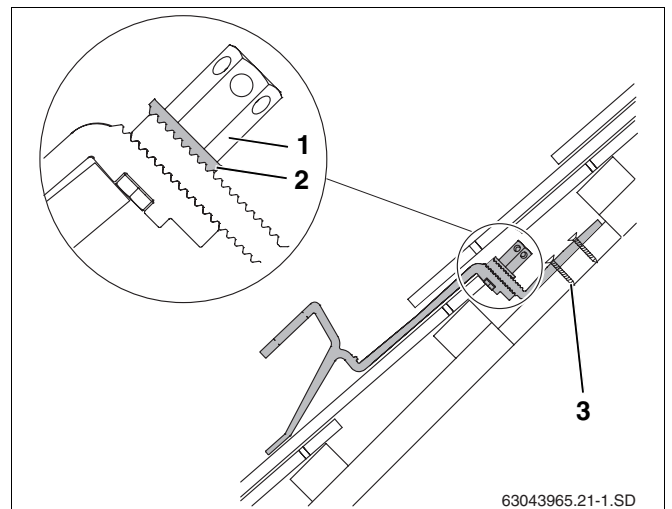

fig. 19 Gancho para telhados instalado – apresentação de secção com parte inferior do gancho para telhados encurtada
A anilha dentada (fig. 19, **item 2**) deve encaixar na parte inferior dentada do gancho para telhados.
- ▶ Apertar a porca sextavada comprida (fig. 19, **item 1**). Para o efeito, introduzir a chave SW5 no furo da porca sextavada e rodar.
- ▶ Apertar a parte inferior do gancho para telhados, pelo menos, no primeiro (fig. 19, **item 3**) e segundo furos ao caibro, com parafusos adequados.